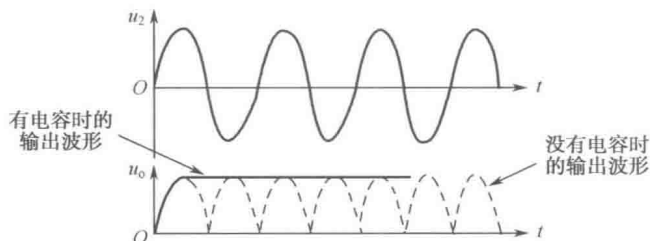

图 1-13 滤波电路电压波形（一）
(1) 当 R_L 未接入时（忽略整流电路内阻），电容 C 只有充电而不能放电，电压波形如图 1-13 所示。输出电压平均值等于交流电压的峰值。